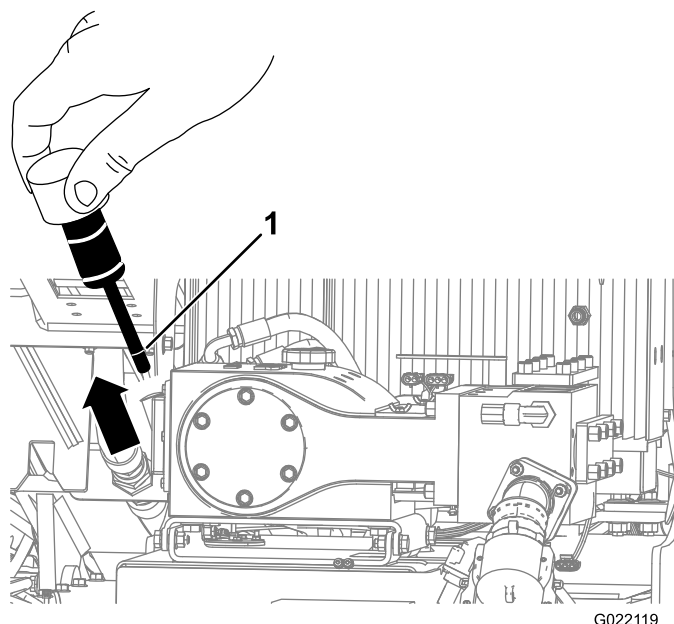
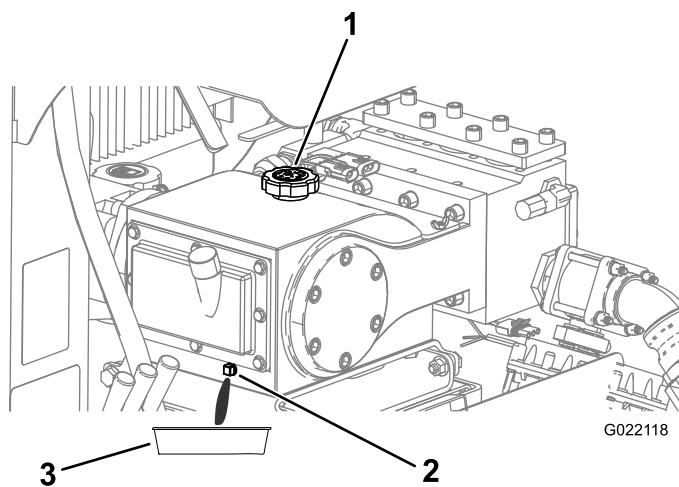

Рисунок 149
Рисунок 150
3. Извлеките измерительный щуп (Рисунок 149).
4. Убедитесь, что уровень масла находится на отметке заполнения, как показано на Рисунок 149.
4. Удалите сливную пробку и подставьте сливной поддон под сливное отверстие (Рисунок 150).
6. Дайте маслу стечь из сливного отверстия в сливной поддон (Рисунок 150).
8. Снимите крышку маслозаливной горловины (Рисунок 150) и залейте приблизительно 1,9 л (2 кварты) масла или пока его уровень не достигнет отметки заполнения по измерительному щупу, как показано на Рисунок 149.